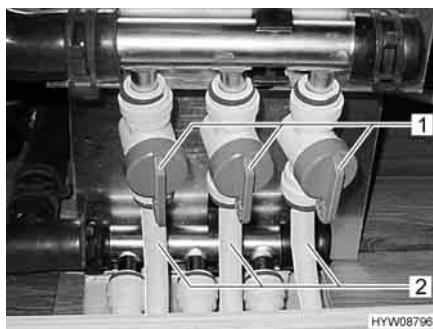

Fig. 128 Valvole di mandata del riscaldamento a pavimento
- ▷ La potenza del riscaldamento viene regolata tramite le valvole di mandata (Fig. 128,1).
- Regolare la maniglia sulla valvola di mandata (Fig. 128,1) della linea desiderata (Fig. 128,2) in posizione parallela rispetto alla tubatura del riscaldamento. Questa linea del riscaldamento a pavimento lavora così alla massima potenza.
- Regolare la maniglia sulla valvola di mandata (Fig. 128,1) della linea desiderata (Fig. 128,2) in una posizione qualsiasi. In questo modo la potenza del riscaldamento di questa linea può essere regolata in modo continuo.
- Regolare la maniglia sulla valvola di mandata (Fig. 128,1) della linea desiderata (Fig. 128,2) in posizione trasversale rispetto alla tubatura del riscaldamento. Questa linea del riscaldamento a pavimento ora è disinserita.